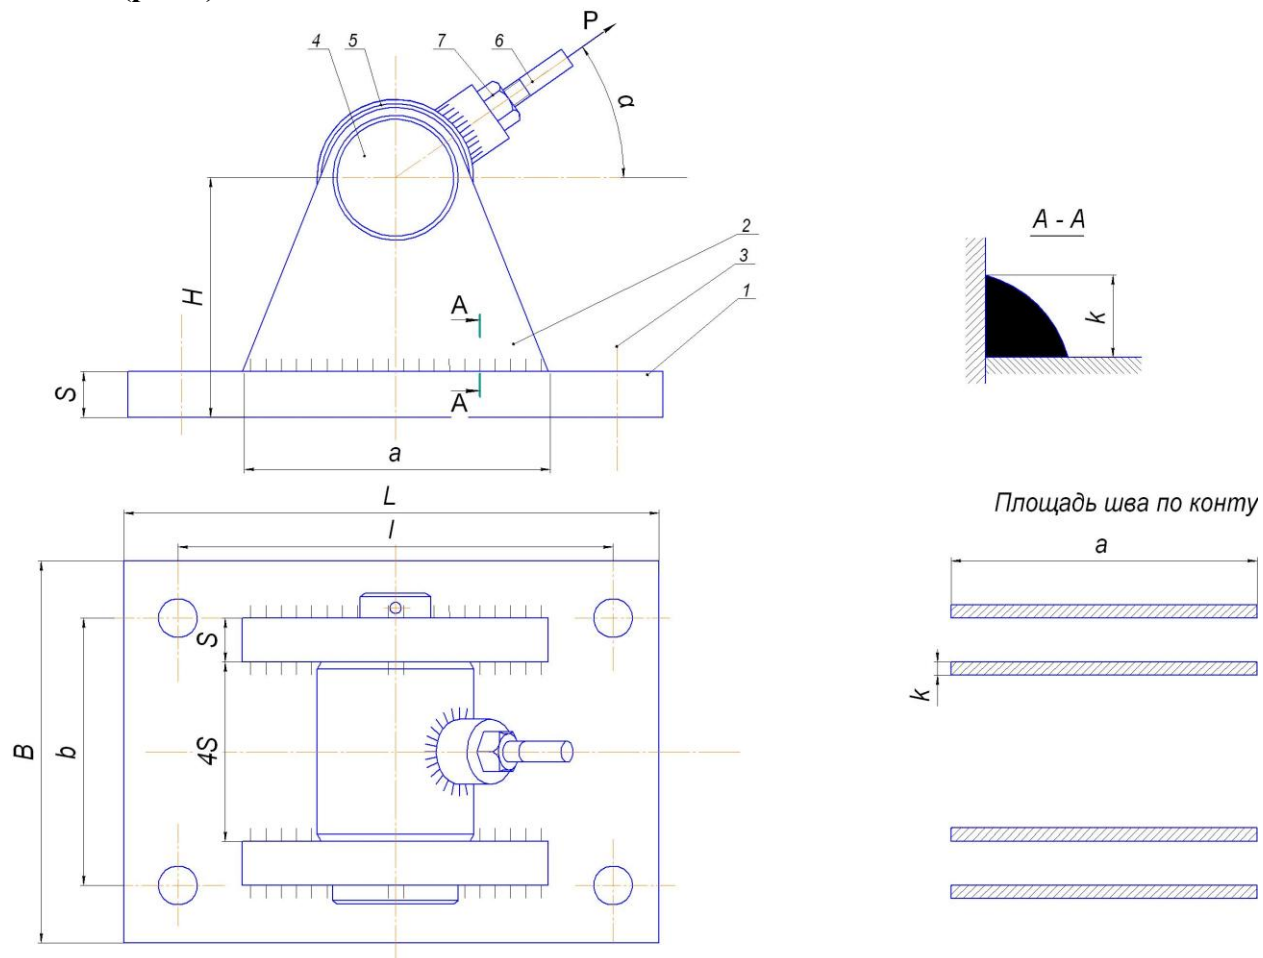

Рисунок 1. Кронштейн:
Расчет сварных швов кронштейна и болтовых соединений его опорной плиты с фундаментом (рис.1).
4. Назначить размеры **a** и **k** (см. рис. 1) сварных швов.